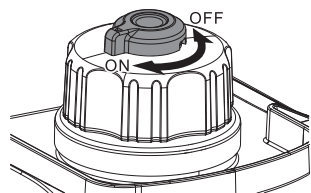

Рис. 12.
1. Откройте вакуумный клапан в верхней части топливной крышки, переведя его в положение «ON» (ОТКРЫТО) (рис. 12).